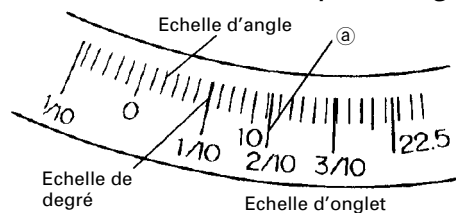
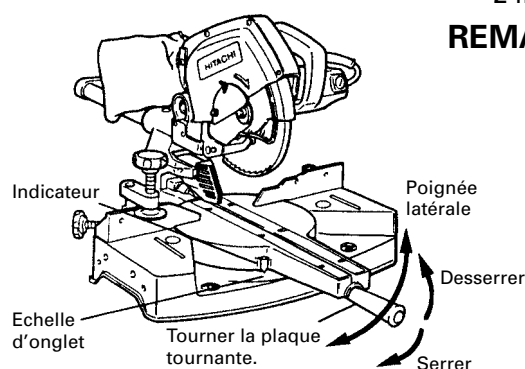

Fig. 24
Fig. 26
- (1) Desserrer la poignée latérale et régler la plaque tournante jusqu'à ce que l'indicateur soit aligné sur le réglage voulu de l'échelle d'onglet (Fig. 26).
- (2) Resserrer la poignée latérale pour fixer la plaque tournante à la position voulue.
- (3) L'échelle d'onglet (Fig. 24) indique à la fois l'angle de coupe de l'échelle d'angle et le degré de l'échelle de degré.
- (5) En conséquence, pour couper une pièce à un angle de 2/10, régler l'indicateur sur la position ②, comme indiqué à la Fig. 24.